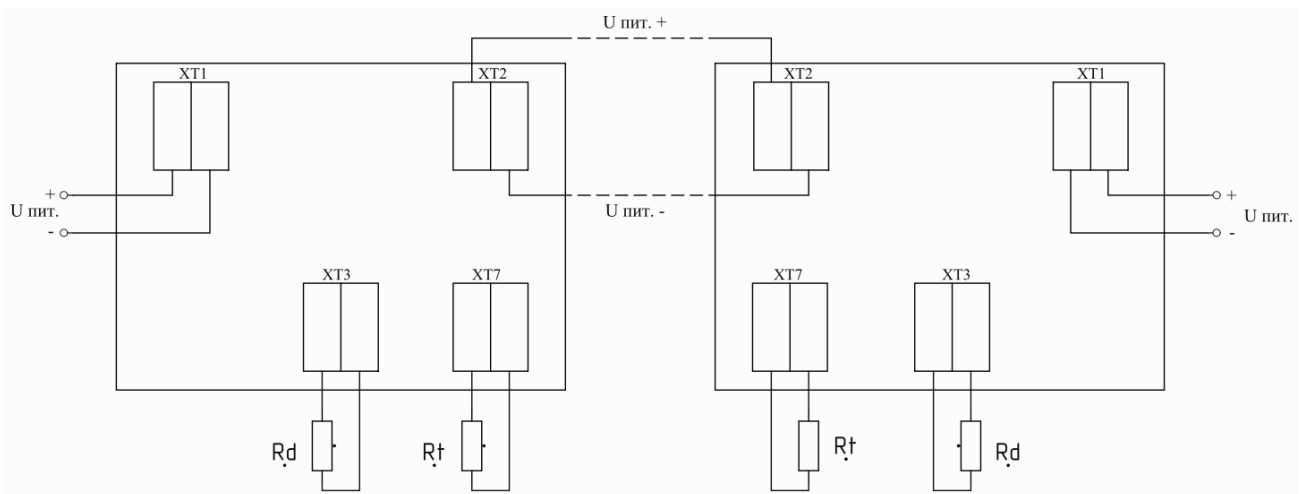

Рис. 1. Схема подключения извещателей в исполнении без адресной метки.
4.1 Общий вид извещателя приведен в приложении А рис.1. Извещатель состоит из пластмассового корпуса поз. 1, крышки поз. 2 и двух кабельных вводов поз. 3. Внутри корпуса установлена плата поз. 4 на одной стороне, которой установлены элементы электрической схемы, а на другой – клеммные зажимы и зажимы для установки резистора задания температуры срабатывания.
- подключить жилы вводного кабеля к клеммам ХТ1, а жилы выводного кабеля к двум контактам клемм ХТ2 (рис.1). Соответствующие контакты разъемов ХТ1 и ХТ2 электрически соединены через плату извещателя;
5.3. Произвести монтаж шлейфа сигнализации в соответствии со схемой, указанной для конкретного ППКП. Пример схемы включения извещателей в шлейф сигнализации приведен на рис.1.